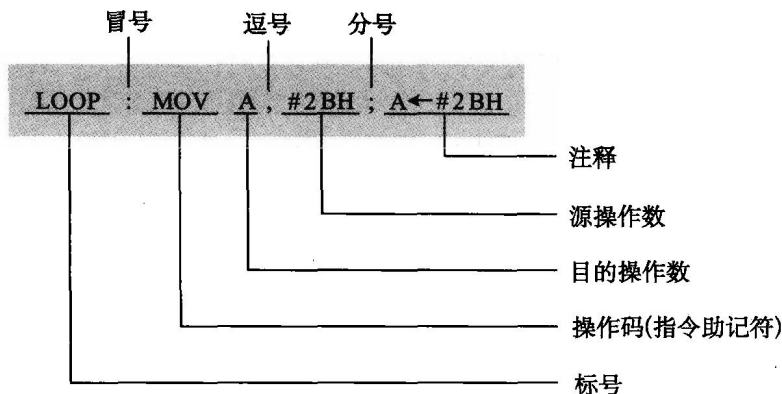

图 2-1 指令格式
其每一部分构成汇编指令的一个字段,各字段之间用空格或规定的标点符号隔开,方括号内的字段有时可以省略,汇编指令各字段之间的标点符号应严格按照规定格式书写,如图2-1所示。
(1) 标号:是指令的符号地址,它通常代表一条指令机器代码存储单元的地址。一条语句之前是否要冠以标号,应根据程序的需要而定。当某条指令可能被调用或作为转移的目的地址时,通常要给该指令赋予标号。一旦给某条指令赋予了标号,该标号可作为其他指令的操作数使用。
(2) 操作码:操作码表示指令进行何种操作,用助记符形式给出。助记符一般为英语单词的缩写,图 2-1 中的 MOV 意为传送。
(3) 操作数:操作数是指令操作的对象,可分为目的操作数和源操作数,目的操作数和源操作数的书写顺序不能颠倒。英文习惯先写目的操作数,操作数可以是数字(地址、数据),也可以是标号或寄存器名等,也有些指令不需要指明操作数。
(4) 注释:注释是对指令功能的说明,便于程序的阅读和维护,它不参与计算机的操作。